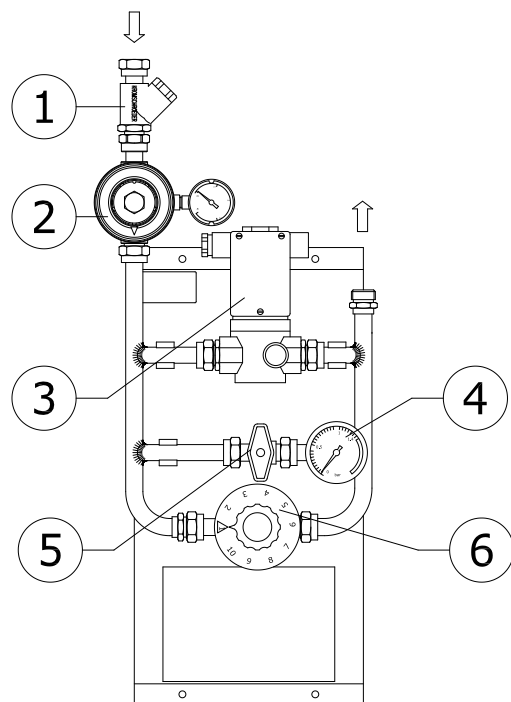

Fig. 2
a) Activar la válvula eléctrica desde el sistema de control (fig.2) y ajustar la presión de salida (según modelo) mediante el regulador de entrada (2) y comprobar la presión en el manómetro de salida (4)
c) Reajustar la presión de salida mediante el regulador de entrada (2) una vez que todos los radiadores estén encendidos.
a) Enable the electro valve from the control system (fig. 2) and set the outlet pressure (depending on the model) using the inlet regulator (2), and check the pressure in the outlet pressure gauge (4).
c) Re-set the outlet pressure using the inlet regulator (2) once all the brooders are switched on.
a) Activer la soupape électrique depuis le système de contrôle (fig. 2) et régler la pression de sortie (selon modèle) à l'aide du régulateur d'entrée (2) et vérifier la pression sur le manomètre de sortie (4)
c) Régler à nouveau la pression de sortie à l'aide du régulateur d'entrée (2) une fois que tous les radiateurs seront allumés.